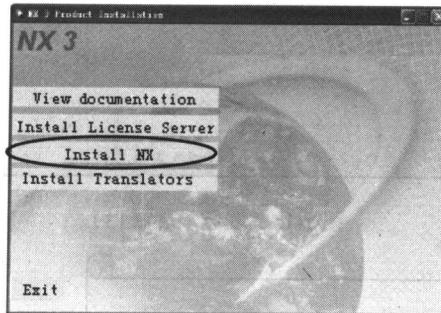

图 1-10 安装步骤 (8)
(14) 完成服务程序的安装后，开始安装 UG NX 3 主体程序，选择如图 1-10 所示的 Install NX 选项。